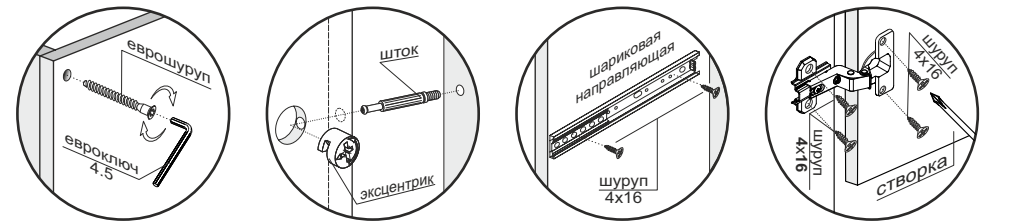

Рис.1
- Шурупами 4x16 прикрутить опоры к нижней крыше (3) (рис.1).
- К поперечинам (2) монтировать направляющие шурупами 4x16 по наметкам (рис.1).
- Соединить боковины (1), поперечины (2) и стяжки (4) еврошурупами (рис.1).
- К собранному изделию монтировать крышу (3) с помощью эксцентриков (рис.1).
- Перевернуть изделие лицевой частью вниз и замерить диагонали секции (они должны быть равны: ± 2 мм). Прибить гвоздями 2x20 заднюю стенку состоящую из ДВП (8) и соединительной планки (рис.1).
- Установить короб на постоянное место. Навесить створки (9), используя накладные петли и шурупы 4x16. Отрегулировать петли.
- Прикрутить ручки к створкам (9) винтами M4x30 (рис.1).